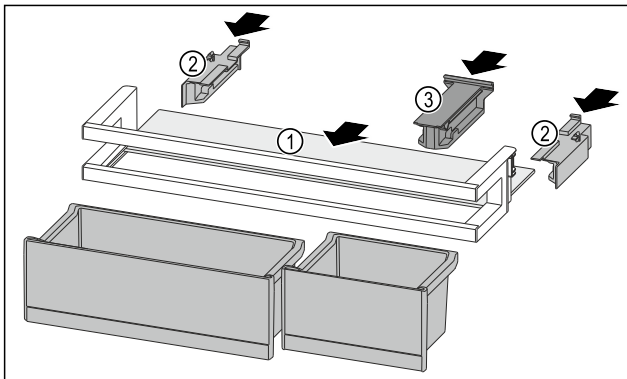

Fig. 88
- Insérer la tablette de rangement Fig. 88 (1) dans les évidements latéraux.
- Installer les parties latérales Fig. 88 (2).
- Installer la pièce de retenue Fig. 88 (3).